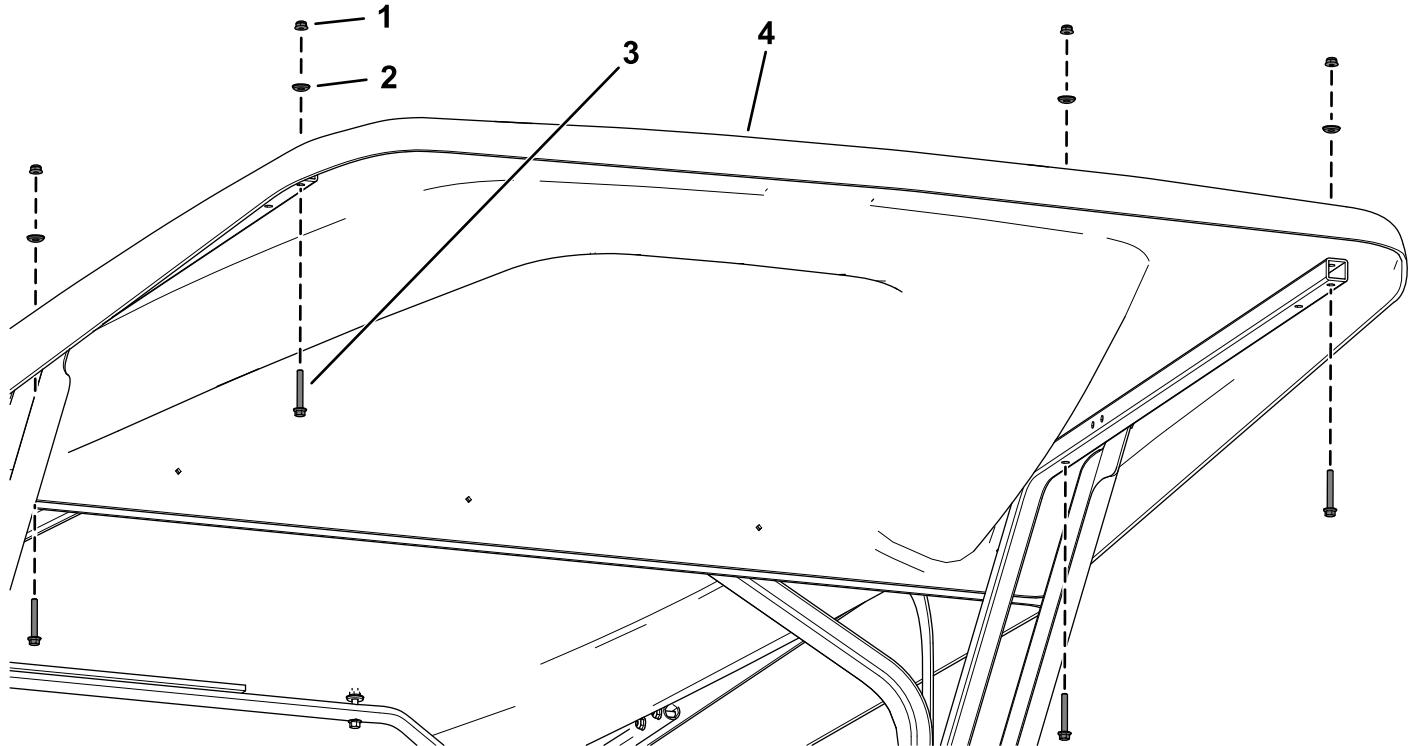

図 5
2. 日よけエクステンションを固定するフランジヘッドボルト $\frac{1}{4} \times 3\frac{1}{2}$ "4 本、シーリングワッシャ 4 枚、ロックナット $\frac{1}{4}$ "4 個で図 5 のように取り付ける。